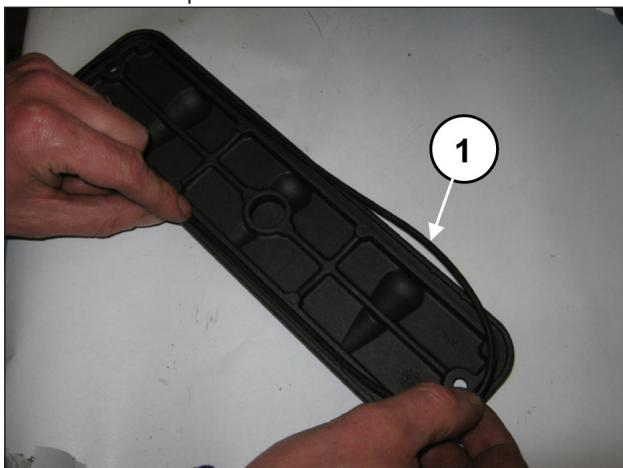
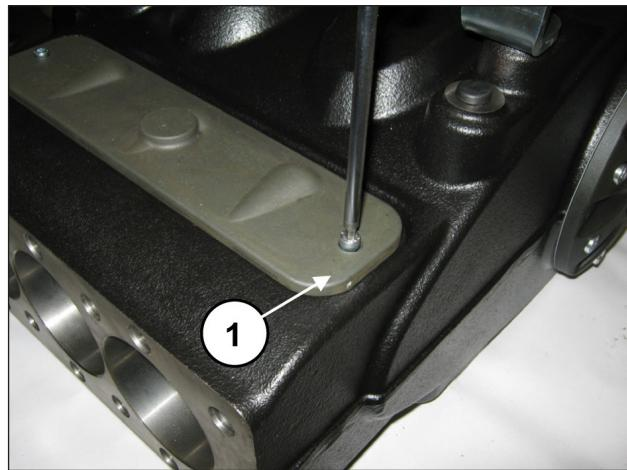

Fig. 97
Fig. 98
Poser les couvercles d'inspection muni de joint torique (rep. ①, Fig. 97) et serrer à l'aide de 2 vis M6x14 (rep. ①, Fig. 98) et 2 vis M6x40.